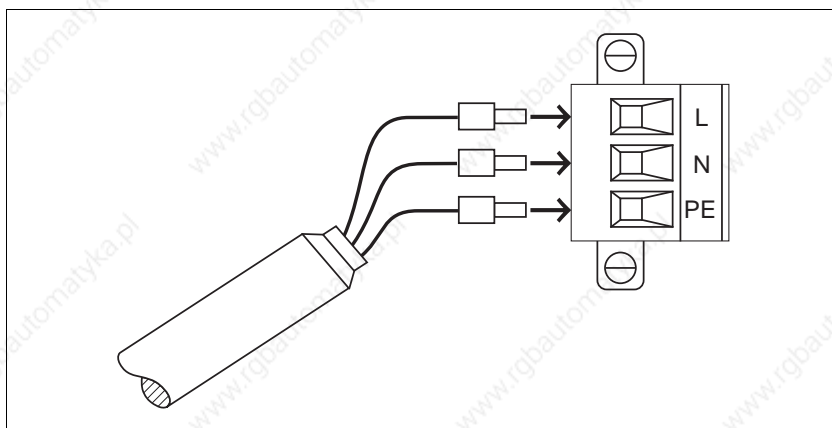

Bild 2-5 Anschluß Netzstecker
3. Drei Litzen (Bild 2-5) festschrauben: